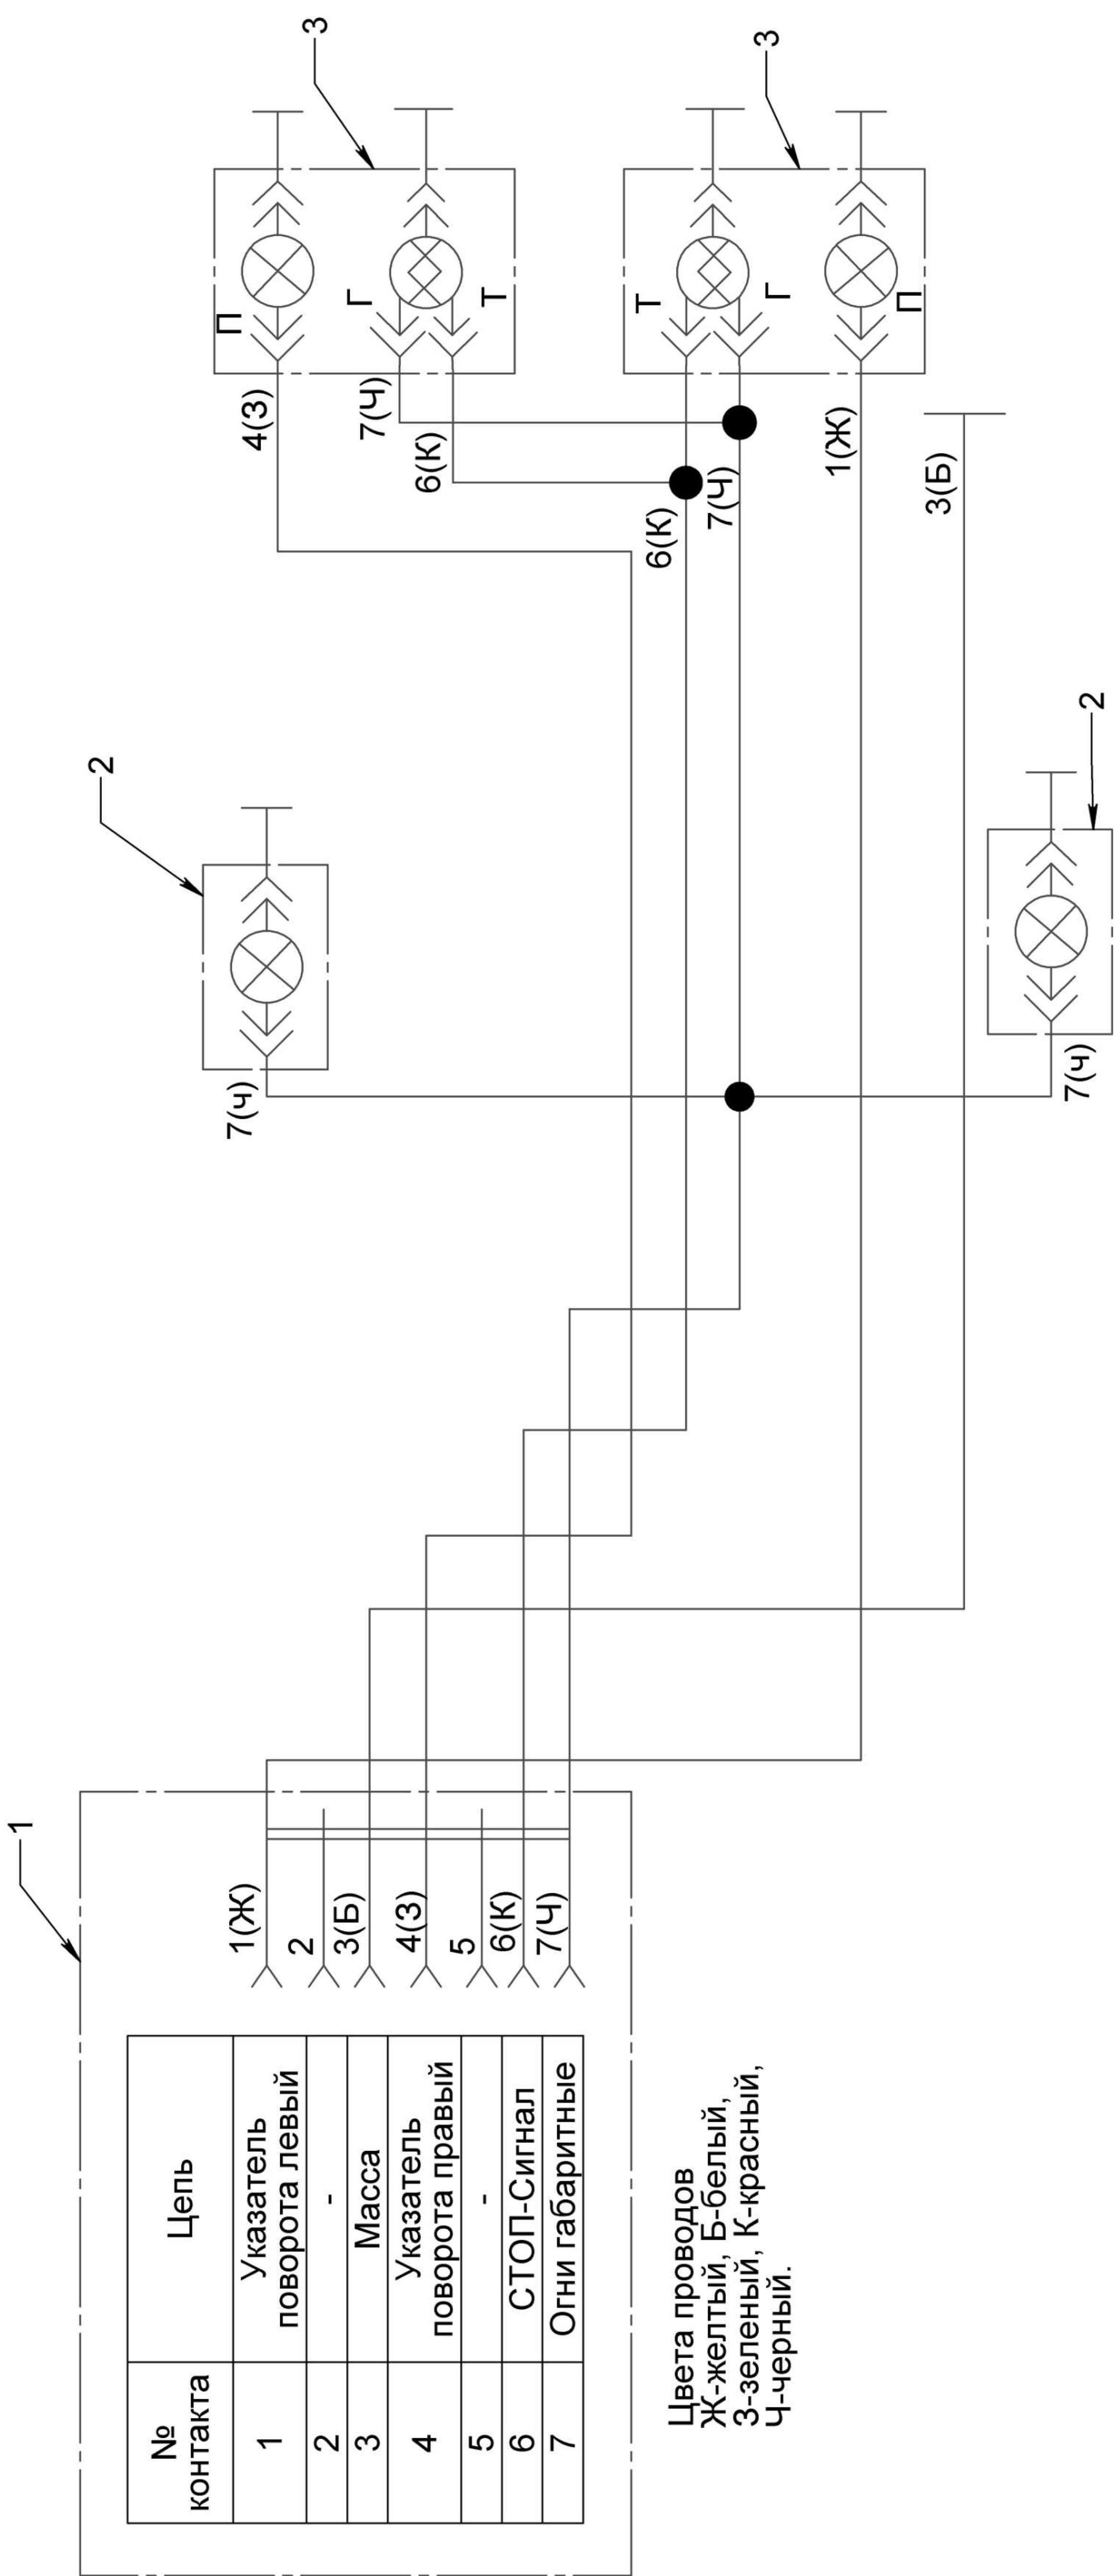

Рис. 5. Принципиальная электрическая схема
4.10.Электрооборудование прицепа (рис.5) выполнено по однопроводной схеме. В качестве второго провода служит "масса" - металлические части прицепа. Питание электрооборудования прицепа от сети автомобиля напряжением 12 В.